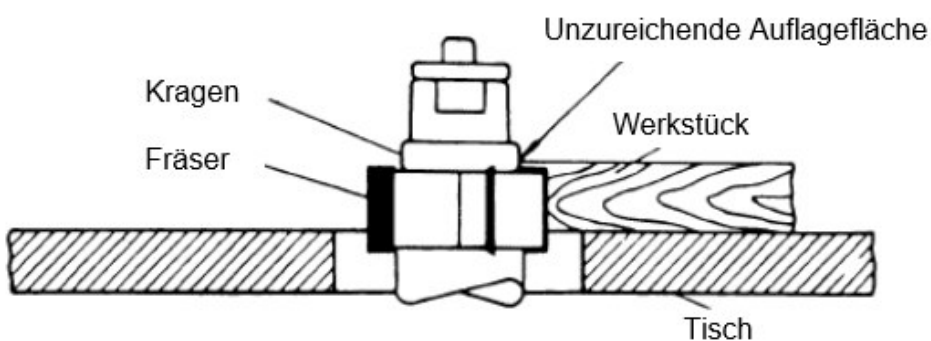

Abb.7-16: Unzureichende Auflagefläche beim Formfräsen mit Kragen
- Ein Teil der Werkstückkante darf nicht vom Fräser berührt werden, damit der Kragen eine ausreichende Auflagefläche bietet. Abbildung 7-16 zeigt ein Beispiel, bei dem die Auflagefläche unzureichend ist.